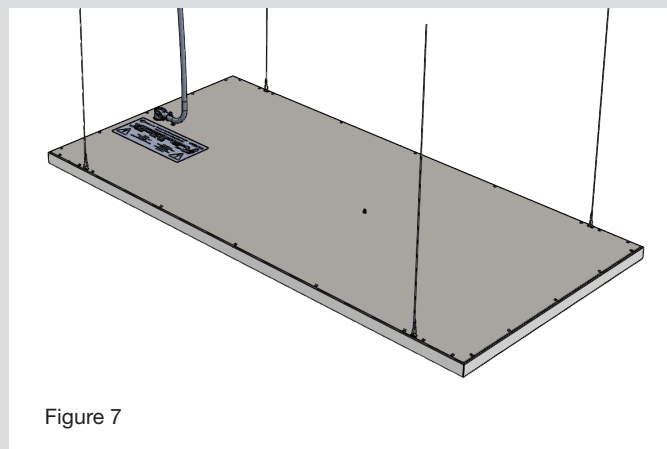

Figure 7
- Les panneaux seront installés suspendus au plafond. (Fig.7)